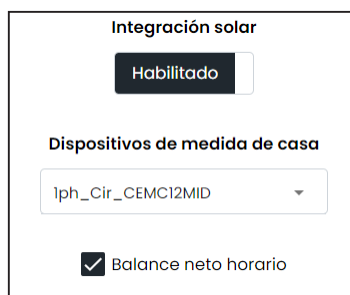

Figura 27: Integración solar.
- También es posible habilitar o deshabilitar la **Integración Solar**, Figura 27. En este caso, el contador externo como dispositivo de medida se seleccionará automáticamente (y será la única opción disponible).